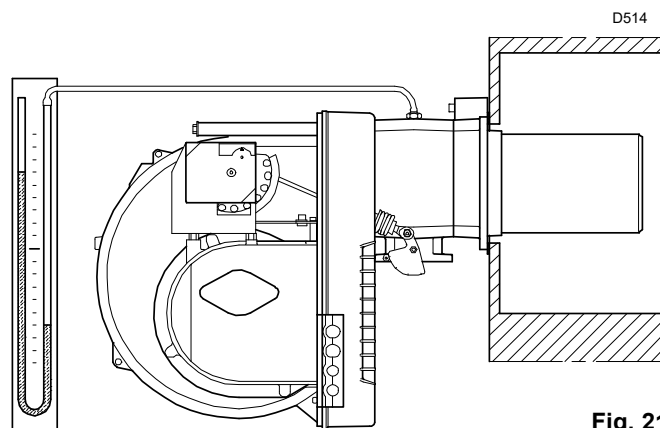

Fig. 21
- Monter un manomètre en U (Fig. 21) sur la prise de pression du gaz du manchon.
L'arrivée de gaz au manchon est mise en évidence sur le manomètre en U (Fig. 21).
À titre d'exemple, il est possible de l'obtenir à partir des Tab. F à la page 19, il suffit de lire la pression du gaz sur le manomètre en U de la Fig. 21 à la page 23, et de suivre les indications données à la page 19.